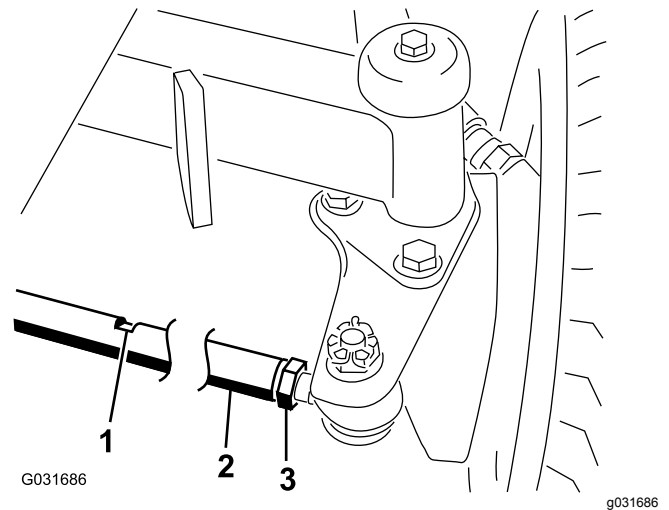

Bild 68
2. Lösen Sie die Klemmmutter an jedem Ende der Spurstange (**Bild 68**).